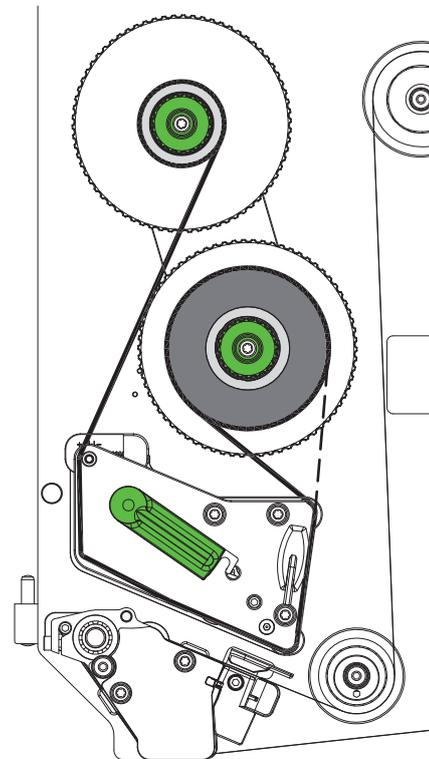

Figura 19 Paso del ribbon
2. Girar la palanca (6) en sentido antihorario para elevar el cabezal de impresión.
3. Empujar el carrete de ribbon (3) sobre el desbobinador (4) hasta el tope, de forma que el recubrimiento de color del ribbon quede en la cara que no da al cabezal de impresión tras su colocación.
4. Sujetar el desbobinador (4) y girar el botón giratorio (5) en sentido antihorario hasta que el carrete de ribbon quede fijo.
5. Desplazar un núcleo de ribbon adecuado (1) sobre el rebobinador de ribbon (2) y fijarlo de la misma forma.
6. Guiar el ribbon a través del mecanismo de impresión tal y como se muestra en la Figura 19.
7. Fijar el inicio del ribbon al núcleo de ribbon (1) usando cinta adhesiva. Durante este proceso, tener en cuenta que el rebobinador de ribbon gire en sentido antihorario.
8. Girar el rebobinador de ribbon (2) en sentido antihorario para alisar el paso del ribbon.
9. Girar la palanca (6) en sentido horario para bloquear el cabezal de impresión.